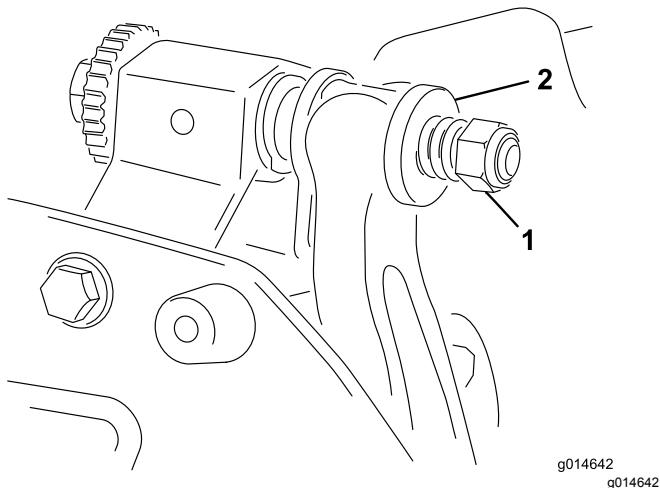

Figura 21
- Aperte a porca da mola tensora até que a mola fique recolhida; em seguida, desaperte meia volta (Figura 21).